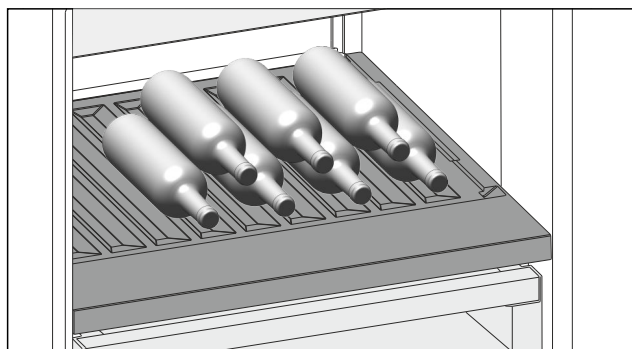

Fig. 219 Shembull ilustrues
- Shtrini shishet me fundin të drejtuar në faqen e pasme të frigoriferit. (shihni Fig. 219)